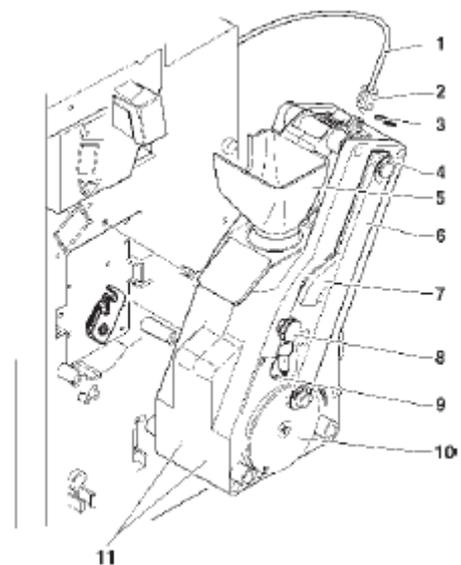

Рис. 23
- отвернуть латунную кольцевую гайку и снять с верхнего поршня тефлоновый шланг, подсоединенный к бойлеру, не потеряв уплотнение (смотрите рис. 23);
- Снимите все детали (смотрите рисунок 23) и промойте их детергентом, убедившись, что все видимые загрязнения и пленки продукта механически удалены, используя при необходимости щетку.